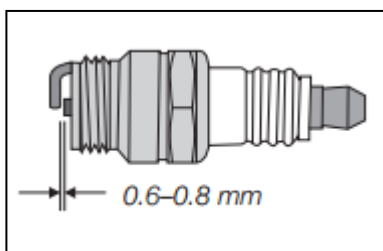

Bild 25
3. Messen Sie den Elektrodenabstand mit einem Messschieber. Korrigieren Sie den Abstand wenn notwendig durch Biegen der Elektrode. **Bild 25** Der Abstand sollte 0,6-0,8 mm betragen.